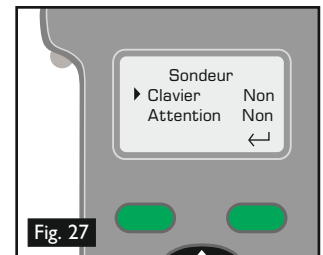

Fig. 27
- Pour neutraliser le 'bip' sondeur, appuyez sur la touche 'Menu', et en utilisant les touches flèche 'vers le haut' et flèche 'vers le bas'  sur le clavier, naviguez dans le menu 'Sondeur' (Fig. 26) et sélectionnez à l'aide de la touche 'Entrer' . Utilisez aussi la touche 'Entrer' pour sélectionner 'Marche' ou 'Arrêt' pour le 'Clavier' et les bips sonores 'Attention' (Fig. 27).